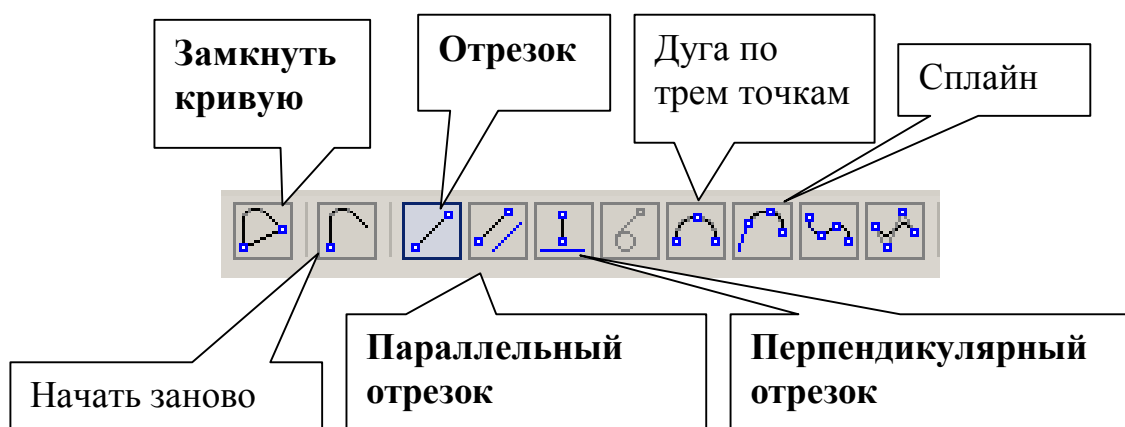

Рис. 20
- Для построения отрезка 8-9, заданного длиной «15» и расположенного параллельно отрезку 4-5, не прерывая команды **Непрерывный ввод объекта**, нажмите кнопку **Параллельный отрезок**, рис. 20.
- Постройте отрезок 10-11, активизировав команду **Отрезок**, рис. 20.